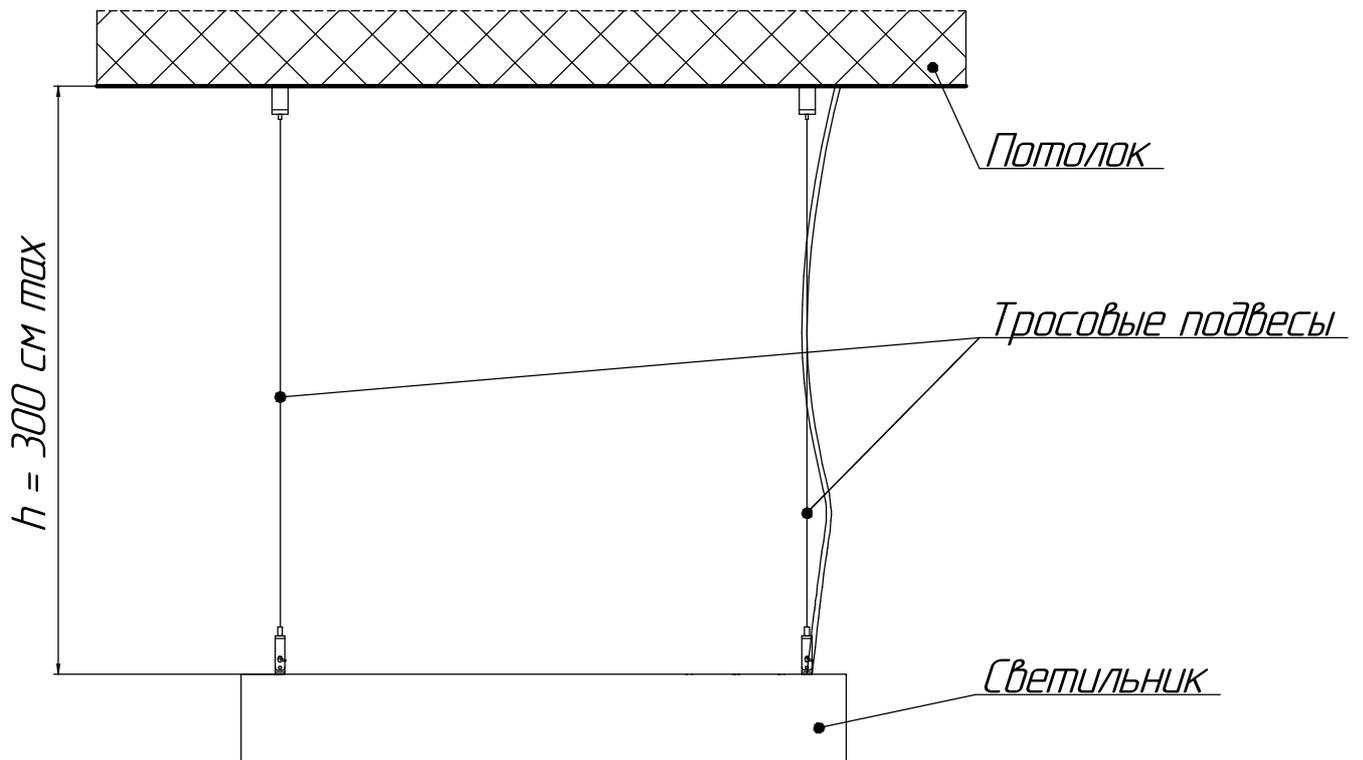

Рисунок 2 - Схема установка светильника.
5.4 Закрепите тросовые подвесы в размеченные места рисунок 2.